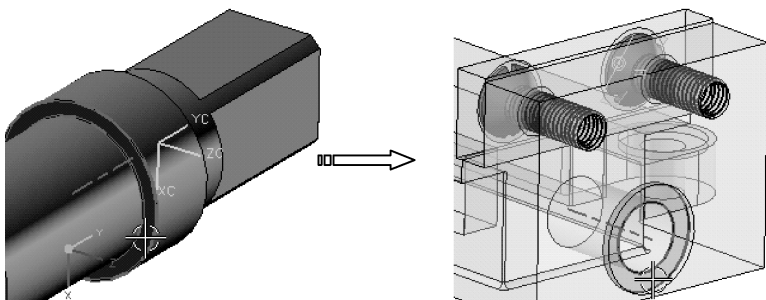

图 7-95 选择接触约束对象
- 14 以【通过约束】的定位方式打开【装配约束】对话框，以【接触对齐】约束类型选择螺杆表面和底座螺孔端面作为接触约束对象，如图 7-95 所示。